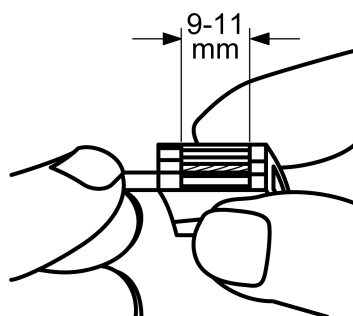

Figura 6: Lunghezza di spelatura
- Spelare il conduttore per 9 - 11 mm (figura 6).